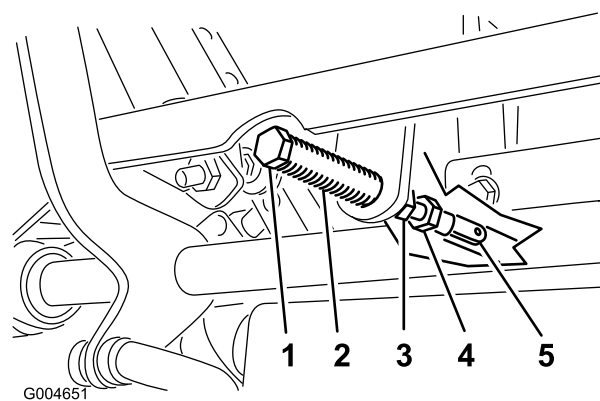

Рисунок 54
- Потяните рычаг назад так, чтобы штифт с отверстием (на рычаге над поворотным шкворнем) вошел в контакт с концом паза (только начал надавливать на пружину), как показано на Рисунок 54.
7. Если требуется регулировка, ослабьте гайку и контргайку, прижимающую рычаг к вилке (Рисунок 54).
8. Слегка надавив в направлении назад на рычаг управления движением, поверните головку регулировочного болта в соответствующем направлении так, чтобы рычаг управления расположился по центру в НЕЙТРАЛЬНОМ ФИКСИРОВАННОМ ПОЛОЖЕНИИ (Рисунок 54).
9. Затяните гайку и контргайку (Рисунок 54).
10. Затяните контргайки в месте расположения шаровых шарниров (Рисунок 54).